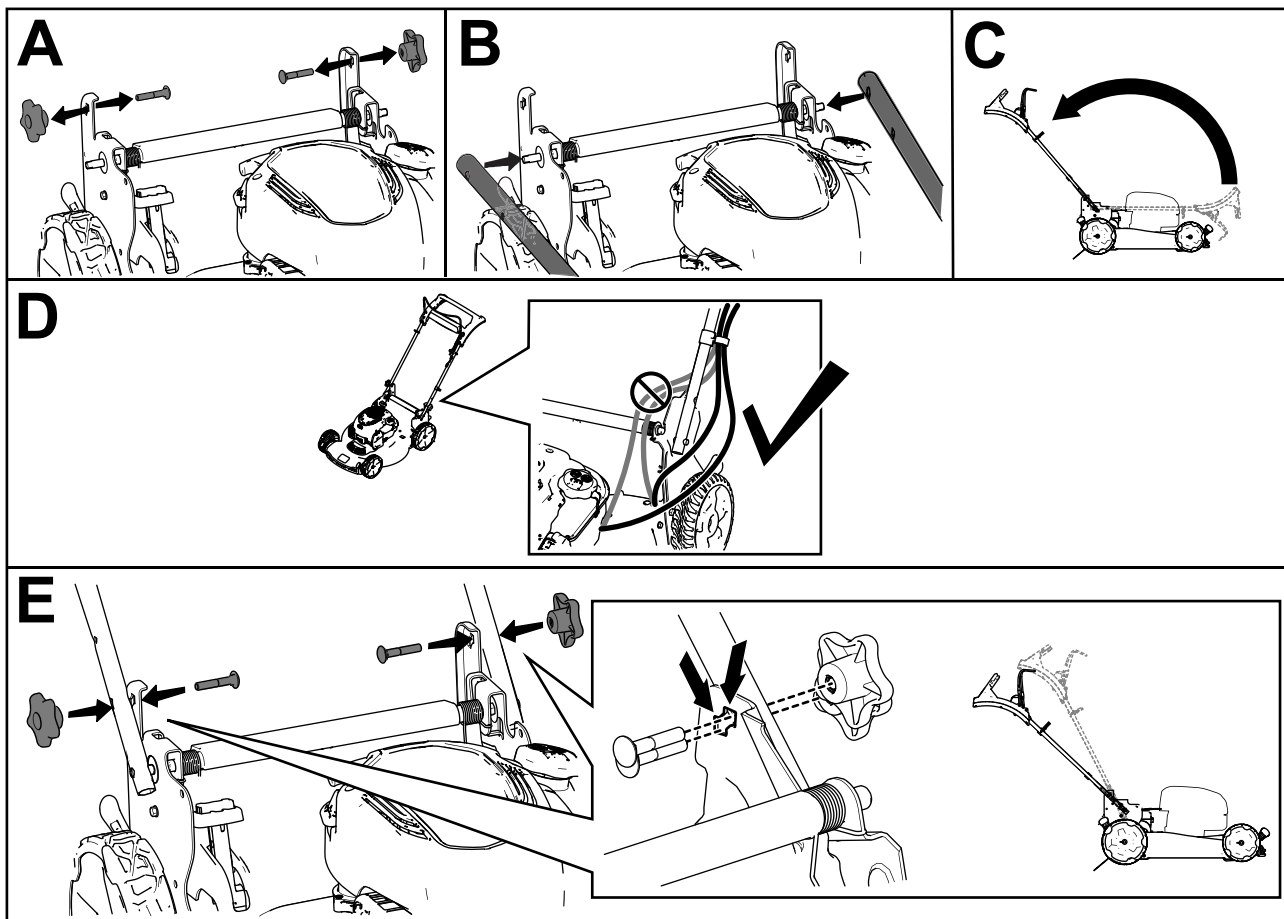

Figure 3
**Remarque:** Vérifiez que les câbles passent bien à l'extérieur du guidon et ne sont pas pincés (D de Figure 3). Le bouton et le boulon de carrosserie peuvent être installés à 2 emplacements. La mauvaise installation du bouton et du boulon de carrosserie peut compromettre la stabilité du guidon (E de Figure 3).